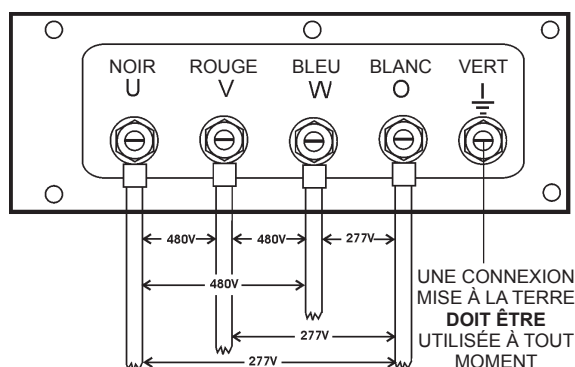

**Figure 26. Cosses de sortie UVWO
2. Connecter les fils de charge aux bornes UVWO comme indiqué dans la Figure 26.